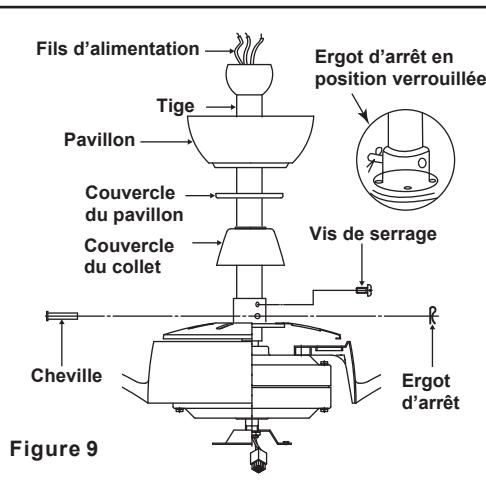

Figure 9
Étape 6. Faites passer les fils qui émergent du dessus du moteur à travers le couvercle du collet, le couvercle du pavillon, le pavillon, puis à travers la boule/tige. (Fig. 9)
Étape 7. Alignez les trous dans le bas de la tige avec les trous dans le collet sur le dessus du boîtier du moteur (Fig. 9). Insérez délicatement la cheville de suspension à travers les trous dans le collet et la tige. Prenez garde de ne pas coincer la cheville contre les fils à l'intérieur de la tige. Insérez l'ergot d'arrêt dans le trou près de la base de la cheville de suspension jusqu'à ce qu'un déclic indique qu'il est bien en position, comme illustré dans l'encart rond de la Fig. 9.
Étape 8. Serrez fermement deux vis de serrage sur le dessus du moteur du ventilateur. (Fig. 9)